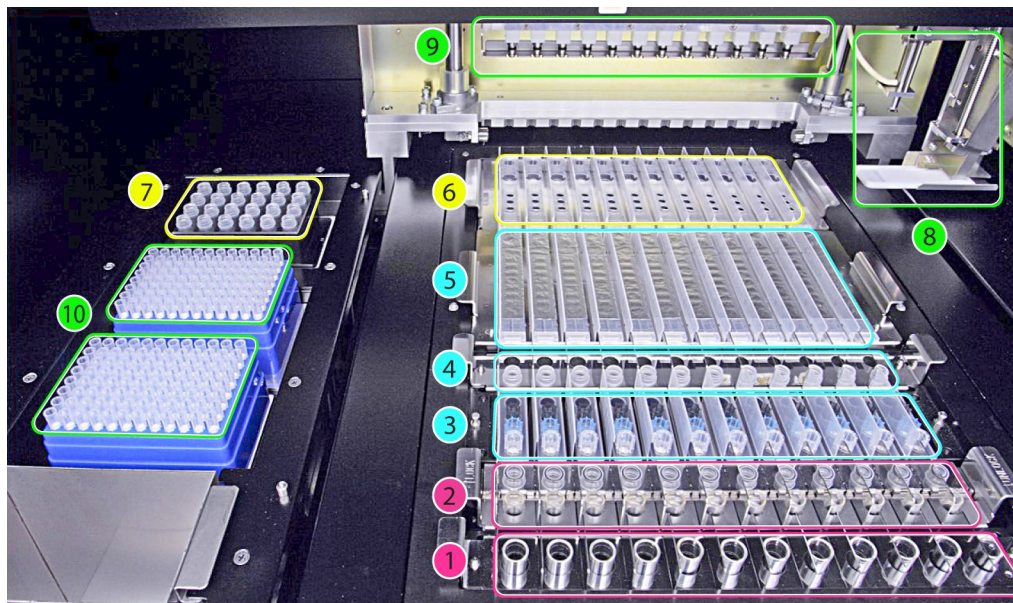

Abbildung1: Der Ladebereich von „**ELITE InGenius**“
Eine Übersicht des Geräts „**ELITE InGenius**“ ist auf der Abbildung 1 zu sehen.
Abbildung 1 zeigt: Position des Primärröhrchenracks (1), Position des Ultraschall-/Extraktionsröhrchen- und Verschlussracks (2), Position des Spitzenständers (3), Position des Elutionsröhrchenracks (Extraröhrchen) (4), Position des Extraktionskartuschenracks (5) und Position des PCR-Kartuschenracks (6), Position des PCR- und Interne-Kontrolle-Reagenzienblocks (Bestandmanager) (7), Proben- und Reagenziendosierung (8, 9), Positionen von Abfallbox (links unten) und Spitzen (10).
7. Die Schaltfläche „Next“ (Weiter) drücken, um zu bestätigen, dass für die Anzahl der ausgewählten Tests je nach Anzeige auf dem Bildschirm ausreichend Reagenzien in Position 7 des Bestandsmanagers geladen wurden (siehe Seite 12, Abbildung 1).
8. Eine ausreichende Anzahl Spitzenständers an Position 10 (s. Seite 12, Abbildung 1) einsetzen.
10. Die angegebenen PCR-Kassetten in Position 6 stellen (siehe Seite 12, Abbildung 1).
12. Die angegebenen Kassette(n) mit den Extraktionskartuschen in Position 5 stellen (siehe Seite 12, Abbildung 1). Unterziehen Sie die Extraktionskartuschen einer Sichtprüfung, um sicherzustellen, dass die Kügelchen ordnungsgemäß resuspendieren. Sollten sie nicht sofort resuspendieren, versuchen Sie es durch kräftiges Schütteln oder sogar durch kurzes Vortexen (siehe „Fehlerbehebung“).
14. Die angegebene Anzahl Elutionsröhrchen an Position 4 (s. Seite 12, Abbildung 1) einsetzen.
16. Die angegebene Anzahl von Pipettenspitzen-Kassetten in Position 3 stellen (siehe Seite 12, Abbildung 1).
18. Die angegebene Anzahl Extraktionsröhrchen an Position 2 (s. Seite 12, Abbildung 1) einsetzen.
20. Wenn „Primary Tube“ (Primärröhrchen) als Probenposition im Bildschirm „Perform Run (Lauf durchführen) ausgewählt wurde, die angegebenen Primärröhrchen an Position 1 (s. Seite 12, Abbildung 1) einsetzen.